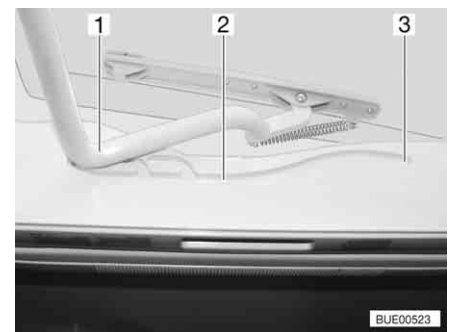

Fig. 67 Claraboya Heki, guía
- Tirar la horquilla (Fig. 67,1) en las guías (Fig. 67,2) hasta la posición trasera final (Fig. 67,3).
- Empujar el estribo (Fig. 67,1) ligeramente hacia arriba con ambas manos.
- Tirar el estribo en las guías (Fig. 67,2) hasta la posición deseada.